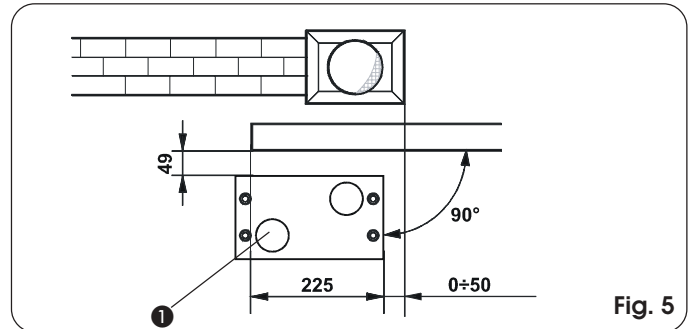
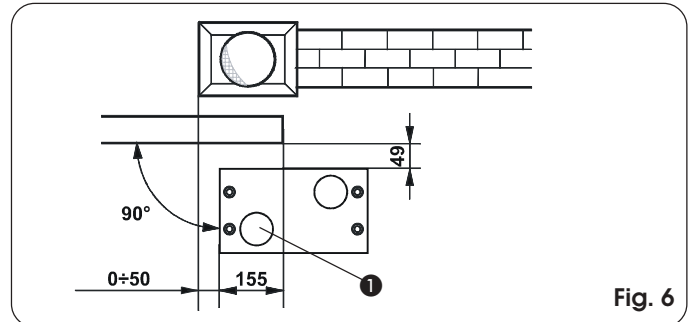

Fig. 5
Fig. 6
- 2) La placa de cimentación debe estar posicionada como se indica en la Fig. 5 (cierre derecho) o Fig. 6 (cierre izquierdo) para garantizar el correcto engranaje entre el piñón y la cremallera.